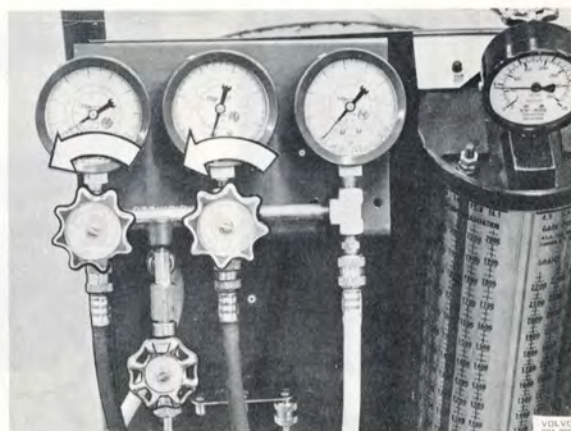

Bild 11
4. Öppna manometerkranarna fullt, bild 11.